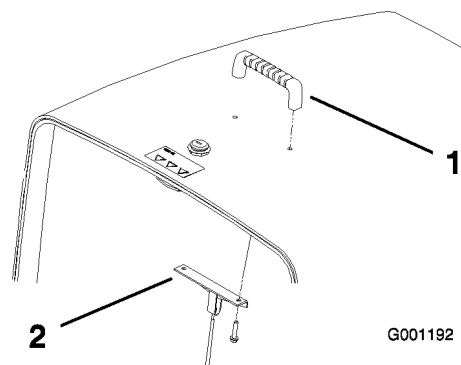

Figura 5
2. Monte o manípulo e o suporte do cabo ao capot, utilizando 2 parafusos (Figura 5).